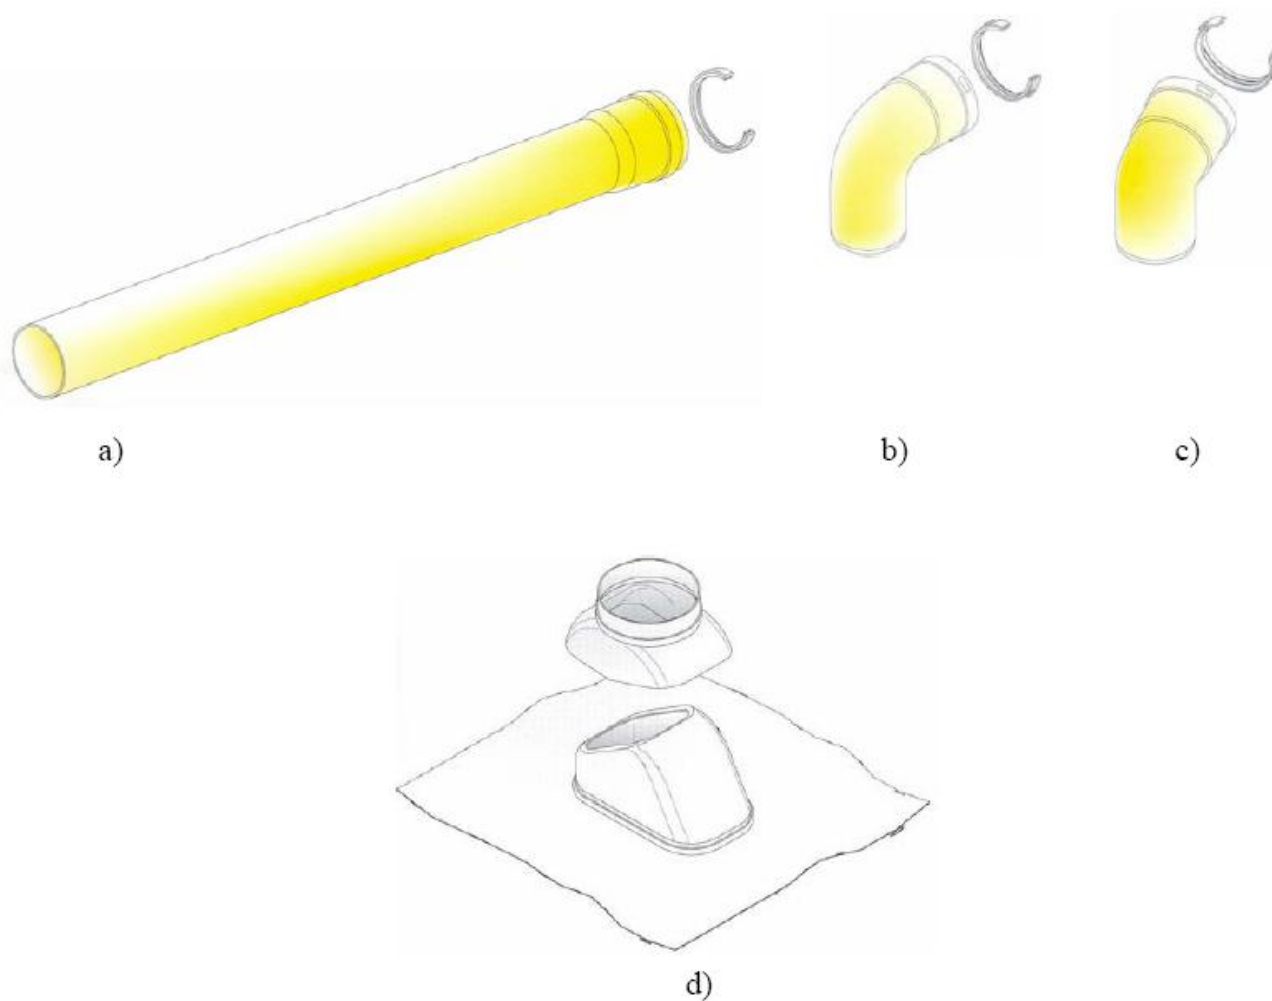

Рис. 16
- Дополнительные части спаренного дымохода (Рис. 16)